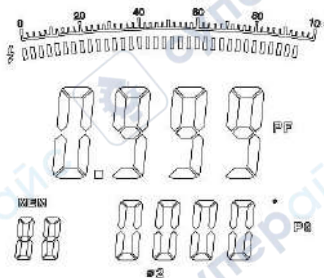

**Рис. 18**
4. При измерении по схеме «3 фазы, 4 провода» см. рис. 18, 19 и 20.
● Нажать **SEL**, чтобы выбрать первую фазу, см. рис. 18.